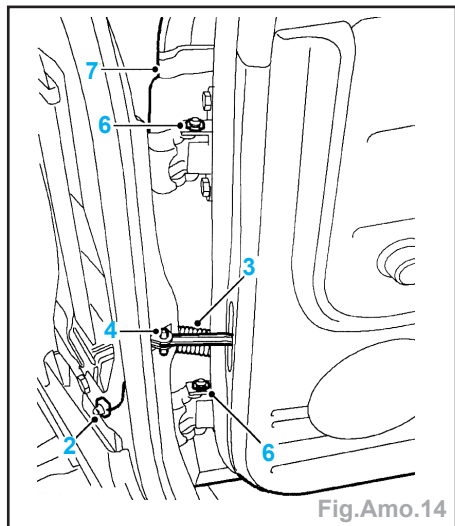

Fig.Amo.14
- Dégager (Fig.Amo.14) :
- et débrancher la fiche multibroches (2),
- la gaine de faisceau (3) du pied et faire passer le faisceau de porte au travers du pied.